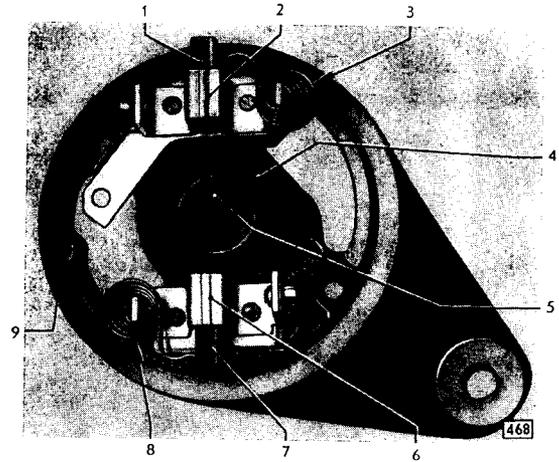

Bild 93 – Kollektorlager mit seitlich festgeklemmten Kohlebürsten
9. Kohlebürsten (93/1 und /7) mit seitlich aufgelegten Bürstenfedern (93/3 und /8) in den Bürstenhaltern festklemmen – Bild 93.